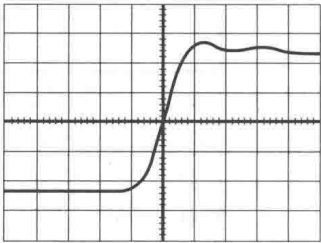

图 2-11 已触发的波形
1) “触发电平”旋钮：用于控制触发电平，触发确定示波器开始采集数据和显示波形的时间。正确设置触发后，示波器就能将空白显示屏或不稳定的显示结果（见图 2-10）转换为有意义的波形（见图 2-11）。